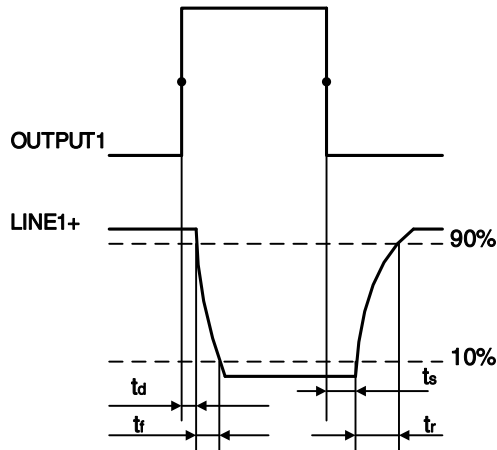

图 7-10 光耦隔离输出电路参数
- 上升沿延时=td+tf: <math><50\mu\text{s}</math> (0°C~45°C), 参数说明见图 7-10
- 下降沿延时=ts+tr: <math><50\mu\text{s}</math> (0°C~45°C), 参数说明见图 7-10